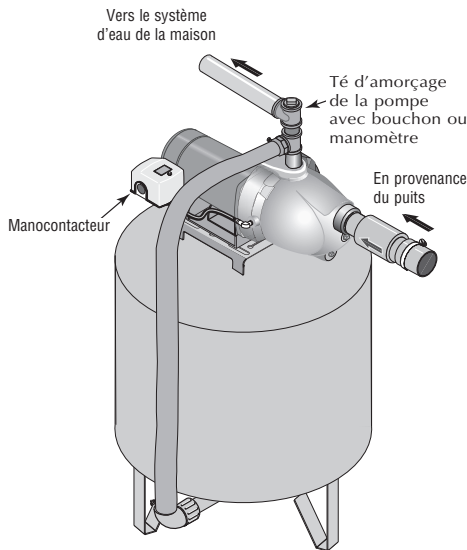

Figure 4 : Branchements sur un réservoir préchargé
Branchement sur un réservoir préchargé (Figure 4)
- 1 ° Poser deux té dans l'orifice de refoulement de la pompe (voir la Figure 4). Le diamètre du tuyau doit être au moins aussi grand que le diamètre de l'orifice de refoulement.